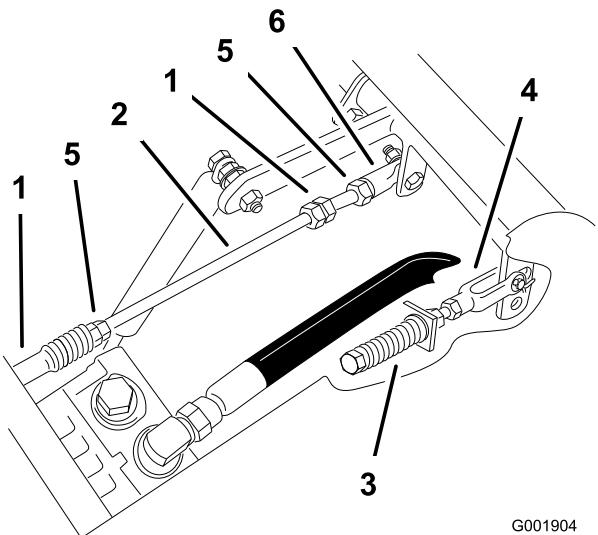

Figura 75
1. Allentate i dadi di bloccaggio ai giunti a sfera dell'asta di comando della pompa (Figura 75).
3. Regolate la lunghezza dell'asta della pompa facendo girare nella direzione opportuna i due dadi sull'asta, finché la ruota si ferma o si sposta leggermente indietro (Figura 75).
6. Serrate i dadi di bloccaggio dei giunti a sfera (Figura 75).